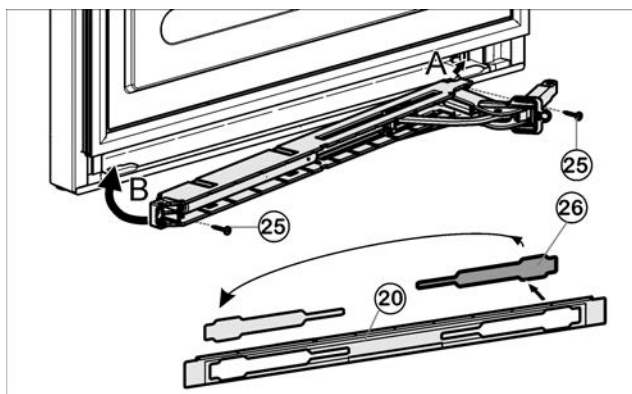

Fig. 13
- ▶ Освободите крышку *Fig. 13 (26)* из накладки *Fig. 13 (20)* и снова установите её на другой стороне.
- ▶ Прикрутите (2 шт. Torx® 15) *Fig. 13 (25)* узел амортизатора закрывания дверцы.